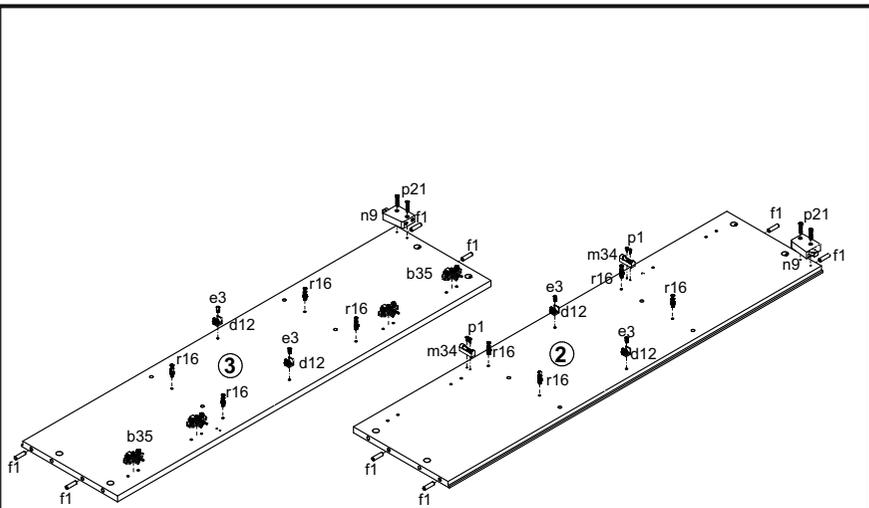

Рисунок 2
3. В отверстия  $\varnothing 5$  мм на внутренней поверхности стенки боковой **3** закрепить направляющие петель **b35** (см.рис. 2). Для левостороннего открывания двери **1** направляющие петель **b35** закрепить на стенке боковой **2**.
4. В отверстия  $\varnothing 5$  мм на внутренних поверхностях стенок боковых **2, 3** закрепить еврошурупы **e3** полкодержатели для стекла **d12** (см. рис. 2).
5. В отверстия  $\varnothing 3$  мм (кернения) на внутренней поверхности стенки боковой **2** закрепить шурупами **p1** корпуса демпфера двери **m34** (см. рис. 2). Для левостороннего открывания двери **1** корпуса демпфера двери **m34** закрепить на стенке боковой **3**.
6. При помощи шурупов **p21** на внутренних поверхностях стенок боковых **2, 3** закрепить кронштейны для навешивания **n9** (рис. 2).